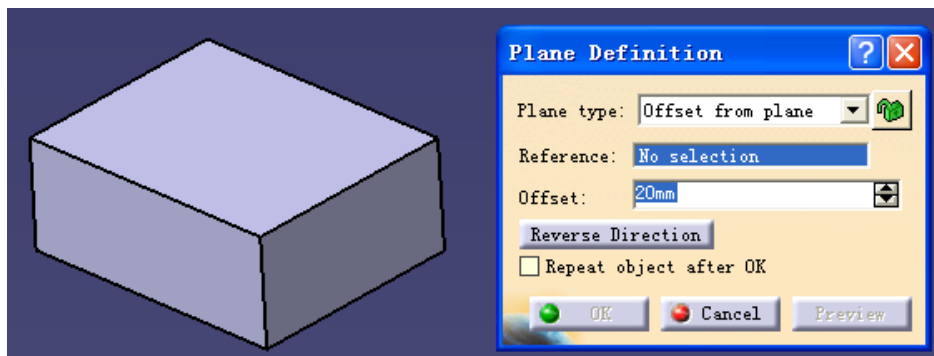

图 3-66
(1) 用 Rectangle → Pad 画如下图后, 点击  (见图 3-66)。